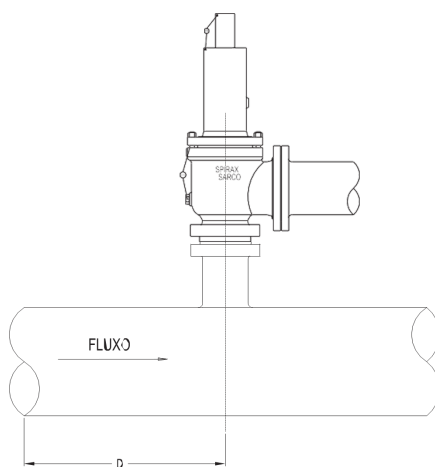

Figura 3
- Para redução dos efeitos de turbulência excessiva na entrada das Válvulas de Segurança e Alívio, as seguintes recomendações devem ser observadas (Figura 3).
- As Válvulas de Segurança e Alívio devem ser instaladas a uma distância (D) de pelo menos oito a dez diâmetros da tubulação a jusante de qualquer curva, cotovelos, têes, placas de orifício ou outras válvulas. Essa distância deve ser aumentada quando a válvula for instalada na seção horizontal da linha precedida por uma seção ascendente.